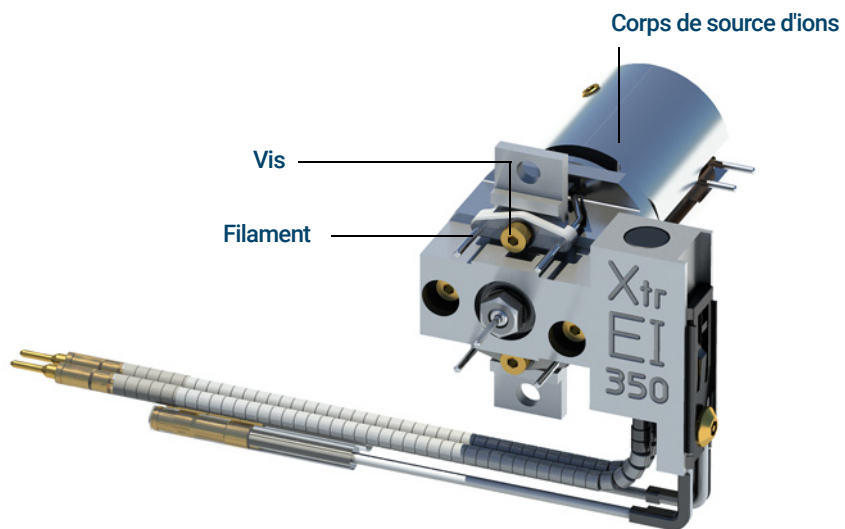

Figure 64. Changement du filament de la source EI XTR ou HydroInert
- 4 Retirer les vis qui maintiennent les filaments dans le corps de source d'ions. (Voir **Figure 64** page 217.)
- 5 Faire coulisser les filaments hors de l'ensemble source d'ionisation. (Voir **Figure 64** page 217.)
- 2 Placer le nouveau filament en position dans le corps de source d'ions. (Voir **Figure 64** page 217.)